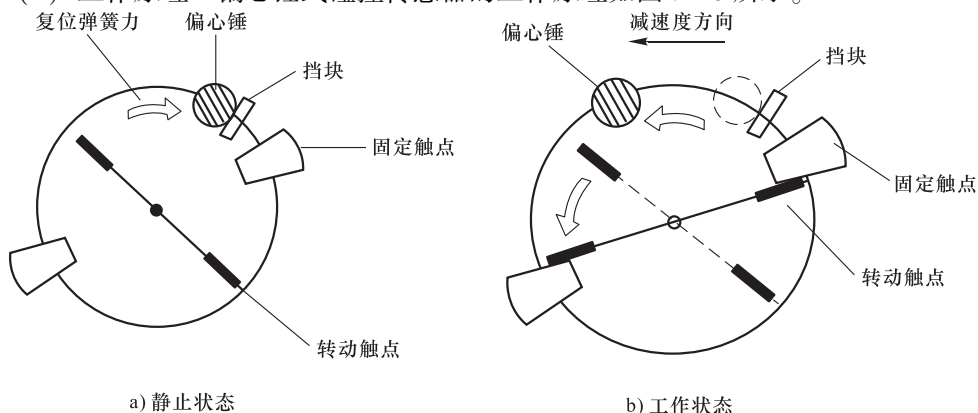

图 7-18 偏心锤式碰撞传感器的工作原理
(2) 工作原理 偏心锤式碰撞传感器的工作原理如图 7-18 所示。